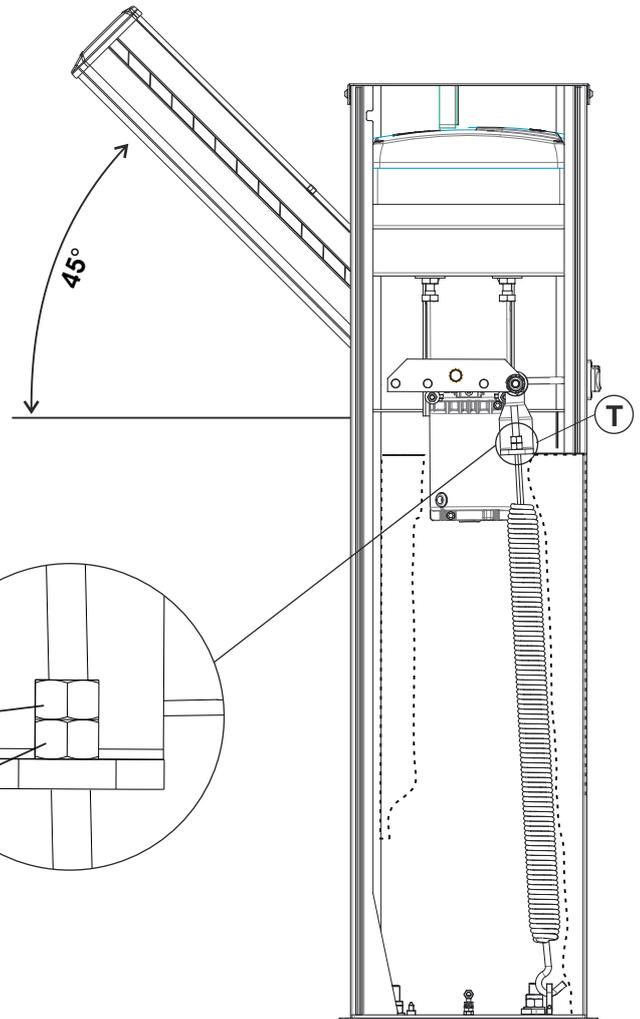

Abb. 10
- Den Baum mit Hilfe der manuellen Entriegelung entriegeln, sodass dieser manuell geöffnet und geschlossen werden kann (Abb. 10).
- Die Zugfeder-Regelmutter so einstellen, bis die Zugfeder das Gewicht des 45° geneigten Schlagbaums ausgleicht (Abb. 10). Sobald der Schlagbaum auf der in Abb. 10 aufgeführten Stellung stillsteht, sind die richtigen Voraussetzungen für eine ideale Abstimmung gegeben.